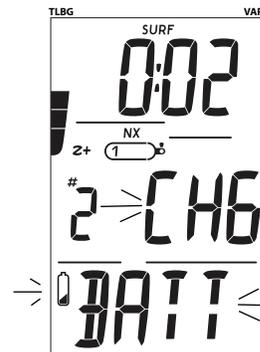

Fig. 2 - CHANGEZ LA PILE
- Icône de la pile avec indications CHG >> BATT qui clignotent lors du passage en mode surface (Fig. 2). Au bout de 5 secondes, l'instrument s'éteint jusqu'à ce que la pile soit changée.